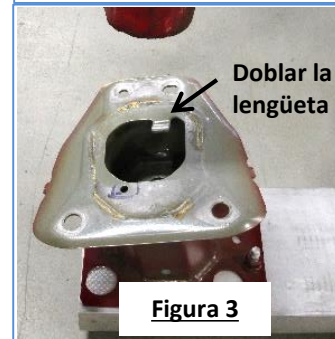

Figura 3
- 4. Modificar el travesaño del parachoques:** Con un martillo, doblar las lengüetas metálicas en la parte posterior del travesaño del parachoques para que estén alineadas con la superficie de montaje del travesaño del parachoques. Ver la Figura 3.